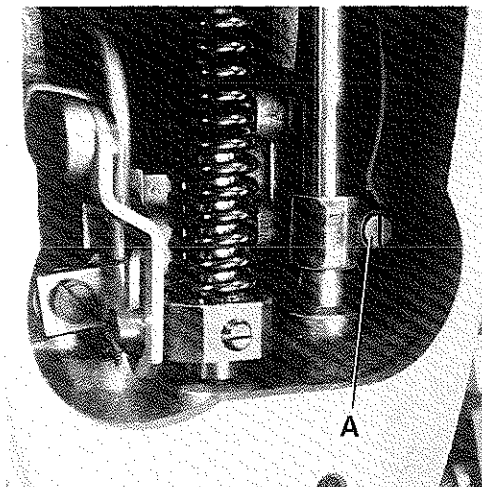

Fig.16
2. Remove the head cover.* Loosen screw (A, Fig. 16) in the needle bar connection and rotate needle bar until the needles center in the needle holes of throat plate.
3. Retighten screw (A).
* Screw (A, Fig. 16) will also be accessible when removing the plug in the head cover, without dismounting head cover.
For adjustment loosen screw (A, Fig. 16) and move needle bar up or down as required. Retighten screw (A).
2. Entfernen Sie den Kopfdeckel*. Lösen Sie die Schraube (A, Fig. 16) im Nadelstangenmitnehmer und drehen Sie die Nadelstange bis die Nadeln mittig in den Stichlöchern der Stichplatte stehen.
3. Ziehen Sie die Schraube (A) wieder an.
* Die Schraube (A, Fig. 16) wird auch ohne Abbau des Kopfdeckels zugänglich, wenn man den Verschluss im Kopfdeckel entfernt.
Lösen Sie für diese Einstellung die Schraube (A, Fig. 16) und schieben Sie die Nadelstange nach Bedarf nach oben oder unten. Ziehen Sie die Schraube (A) wieder an.